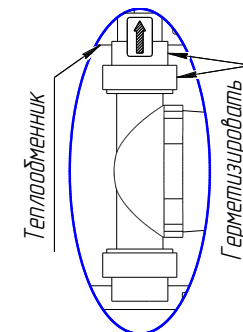

Рис.2.1
- ВНИМАНИЕ! Необходимо выполнить герметизацию резьбового соединения патрубка теплообменника с циркуляционным насосом средствами предназначенными для отопительных систем. Место герметизации показано на Рис.2.1 и обозначено спец. лентой внутри корпуса изделия. После затяжки гайки убедитесь что циркуляционный насос доступен для обслуживания (п.п.7.3) и не мешает установки панели управления (Рис.1).